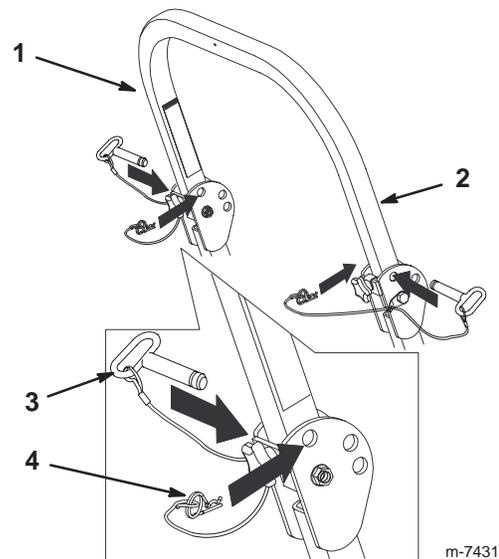

Bild 3
2. Entfernen Sie die Splints und die zwei Stifte (Bild 3).
4. Setzen Sie die zwei Stifte ein und befestigen Sie diese mit den Splints (Bild 3).
5. Nehmen Sie zum Aufrichten des Überrollbügels die Splints ab und entfernen Sie die beiden Stifte (Bild 3).
6. Richten Sie den Überrollbügel ganz auf und setzen Sie die beiden Stifte ein. Befestigen Sie die Stifte mit den Splints (Bild 3).